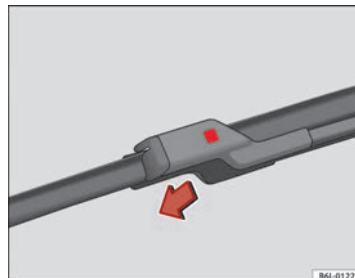

Abb. 138 Auswechseln der Scheibenwischerblätter
- Drücken Sie den Sicherheitsknopf ein ⇒ Abb. 138.